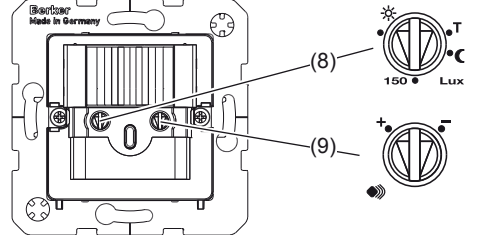

Figura 6: elementi di comando e impostazione
- Impostare l'esercizio di test. Quindi impostare la soglia di luminosità del potenziometro (figura 6, 8) sulla posizione T.
- Ruotare il potenziometro soglia di luminosità (figura 6, 8) nella posizione desiderata.
- Ruotare il potenziometro sensibilità (figura 6, 9) nella posizione desiderata.